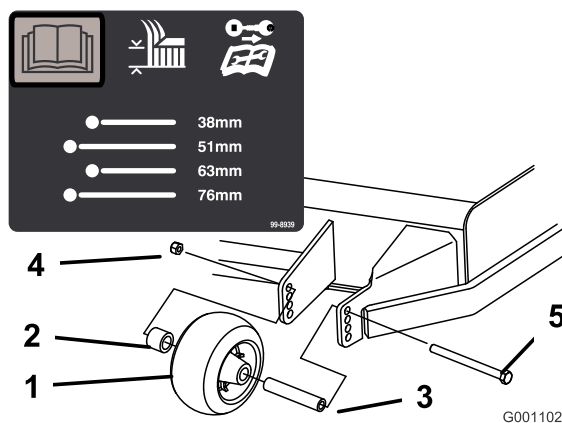
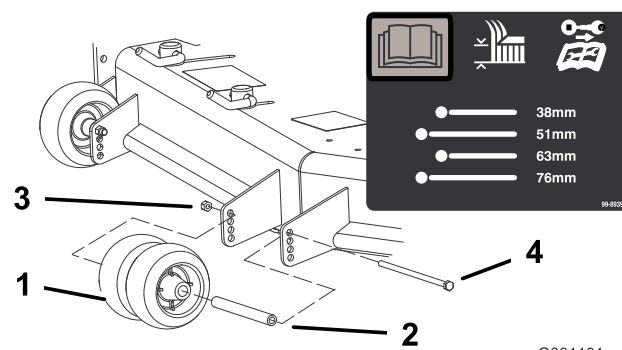
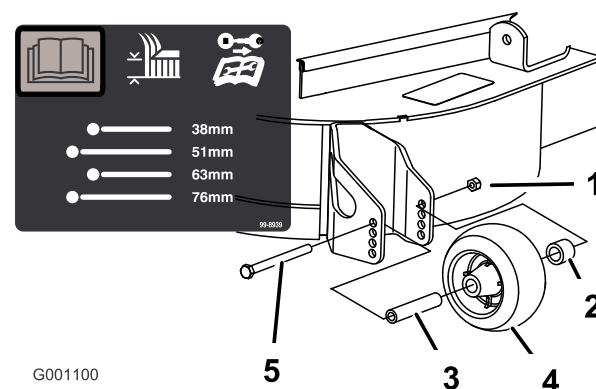

Figure 17
Figure 18
Figure 19
3. Après avoir réglé la hauteur de coupe, réglez les galets en retirant l'écrou à collerette, la bague, l'entretoise et le boulon (Figure 17, Figure 18 et Figure 19).
Remarque: Les deux galets centraux ne sont pas munis d'entretoise (Figure 18).
5. Posez l'écrou à collerette, la bague, l'entretoise et le boulon. Serrez à 54-61 Nm (Figure 17, Figure 18 et Figure 19).